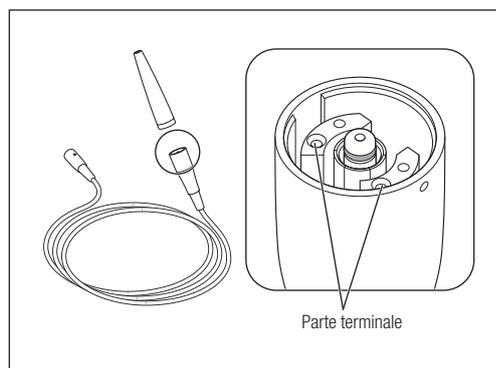

Fig. 37
- Non utilizzare un bastoncino dalla punta appuntita, e non esercitare pressione sulla parte terminale mentre si pulisce la spina del cordone del manipolo. Ciò potrebbe provocare dei danni, causando guasti ai contatti (Fig. 37).